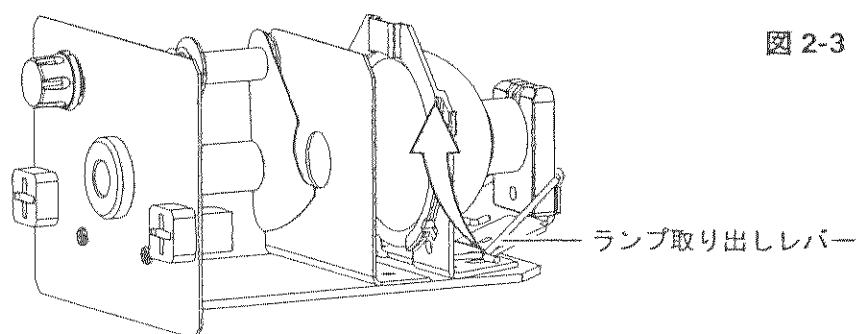

図 2-3
- 2.3 ランプを取り外すときは、ランプ取り出しレバーを上向きに引いてランプをホルダーから取り外します (図 2-3 参照)。